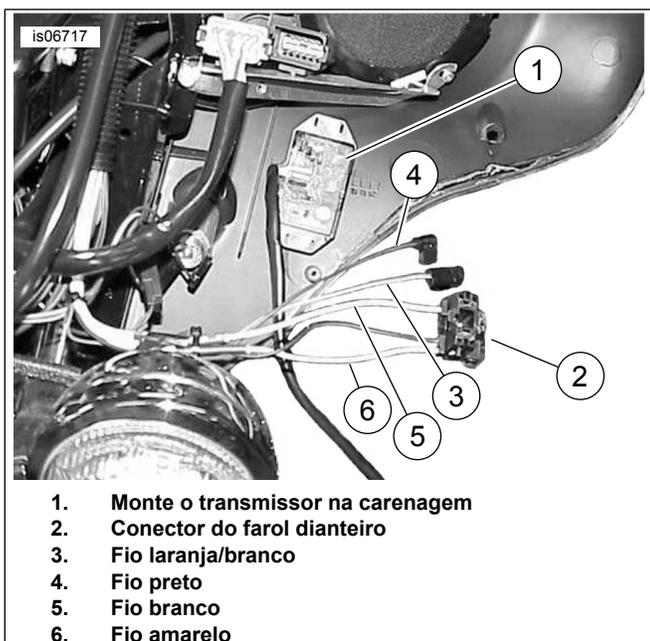
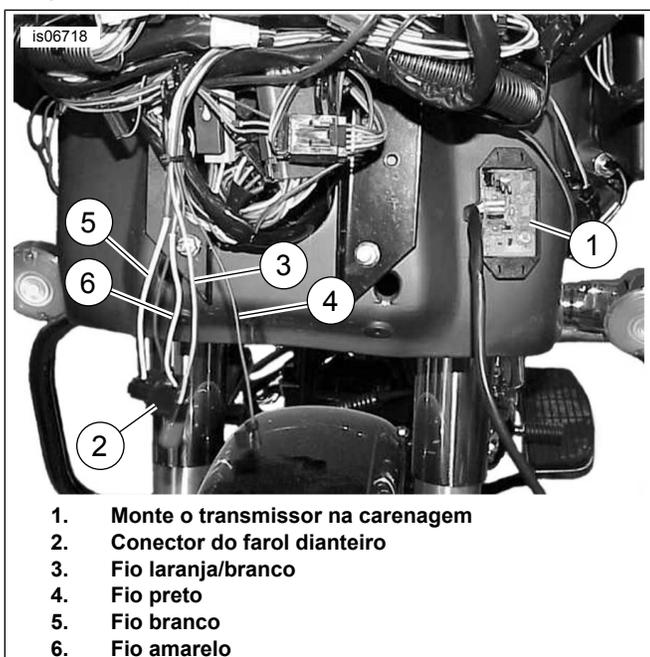

Figura 9. Fios para conexões do transmissor (FLHT/X)
Figura 10. Fios para conexões do transmissor (FLTR)
3. Veja Figura 9 (modelos FLHT e FLHX) ou Figura 10 (modelos FLTR). Monte o transmissor na parte superior da carenagem. Vá para a seção **Conexão do chicote de fios**.
2. **Modelos Touring FLHR:** Veja a Figura 14. Corte os fios amarelo (2), preto (1) e branco (3) do farol dianteiro **dentro da nacela**, escalonando um pouco os comprimentos para evitar que as três emendas fiquem juntas. **Modelos Touring FLHT e FLHX e modelo Trike:** Veja a Figura 9. Corte os fios amarelo (6), preto (4) e branco (5) do farol dianteiro **dentro da carenagem**, escalonando um pouco os comprimentos para evitar que as três emendas fiquem juntas. **Modelos Touring FLTR:** Veja a Figura 10. Corte os fios amarelo (6), preto (4) e branco (5) do farol dianteiro **dentro da carenagem**, escalonando um pouco os comprimentos para evitar que as três emendas fiquem juntas. **TODOS os modelos Touring/Trike:** Deslize o conduíte de malha do kit (veja Figura 27, Item 9) sobre todos os três fios do farol dianteiro.